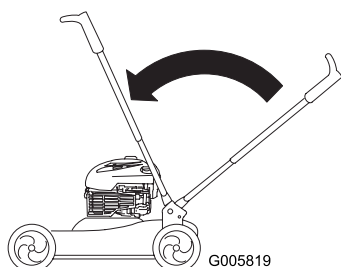

Bild 28
3. Heben Sie den Griff in die vertikale Stellung an (Bild 28).